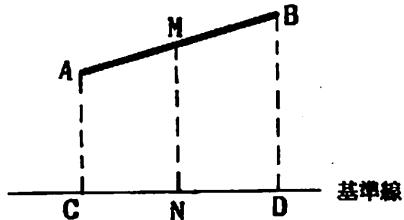

図2 倍縦距の説明
詳細は測量の専門書に譲るが、①②③に共通する考えは、多角形の測量地を三角形や四角形、台形などの面積を求めやすい図形に分割し、それらを合計するやり方である。ここで聞きなれない言葉「倍縦距」について、図2で説明を補足しておく。土地境界線の一つABの中点をMとする。
各点から基準線に下ろした垂線で囲まれる台形ABDCの面積は、長さMNと長さCDとの積で求められる。この中線MNを測線ABの縦距といい、その2倍を倍縦距と呼ぶ。倍縦距の値はAC + BDであり、それにCDを掛け2で割れば面積ABDCとなる。このように計算上の便利さから、倍縦距という用語が使われる。なお、長さCDは測線ABの「調整絶縁」と呼ばれる。図2が横